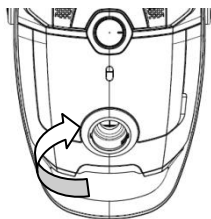

Fig 11
- Abra a tampa frontal tocando no botão da tampa. (Fig 11)